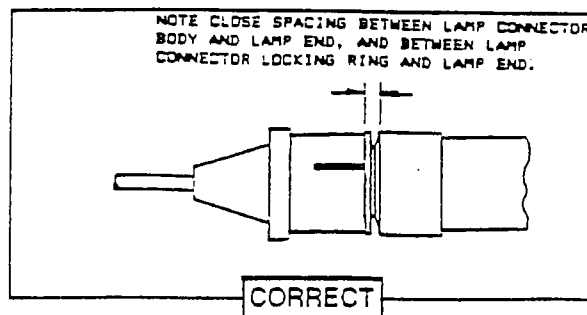

Fig. 1. Korrekt låst lampeholder.
- 2.4.5 Sikre at selve lampeholderen (P/N 3185-7) blir installert på lysrøret slik at den "klikker" på plass. Det skal ikke være mer enn 1 mm gap mellom lampeholderen og lysrøret. Ref. fig.1. Skyv låseringen (P/N 3185-15) på plass over lampeholderen. Ikke skyv låseringen på plass før lampeholderen er installert på lysrøret.